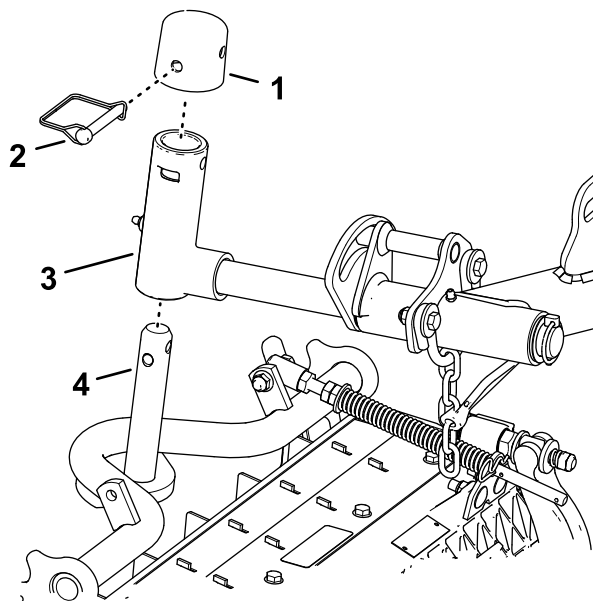

Figure 25
1. Glissez une unité de coupe sous le bras de levage (Figure 25).
**Blocage du pivot des unités de coupe sur une pente** – Bloquez le pivot des unités de coupe pour empêcher celles-ci de pivoter vers le bas quand vous tondez à flanc de pente. Utilisez le trou dans l'arbre de pivot du bras de levage (Figure 25) pour bloquer l'unité de coupe. Utilisez la fente pour une unité de coupe de direction.